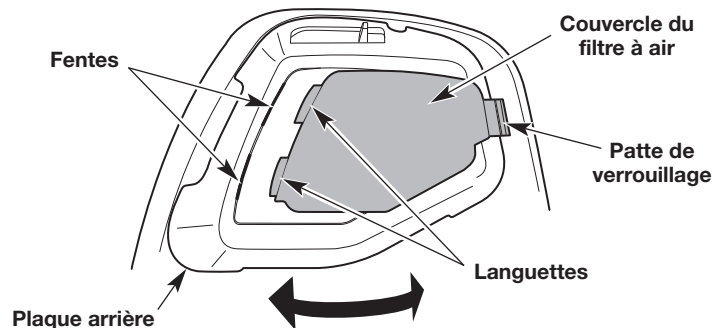

Fig. 22
1. Ouvrez le couvercle du filtre à air : appuyez sur la languette de verrouillage et faites pivoter le couvercle du filtre à air vers la gauche (Fig. 22).
7. Fermez le couvercle du filtre à air : insérez les languettes du couvercle du filtre à air dans les fentes de la plaque arrière. Faites pivoter le couvercle du filtre à air vers la droite et appuyez pour le fermer jusqu'à ce que le bouton de verrouillage s'enclenche (Fig. 22).